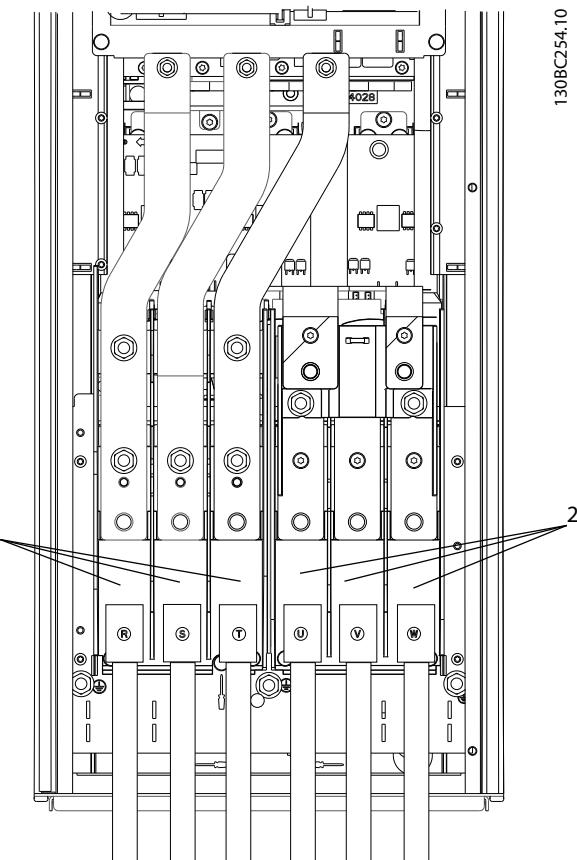

图 2.11 连接到交流主电源
- 将三相交流输入功率线路连接至端子 L1、L2、L3（请参阅 图 2.11）。